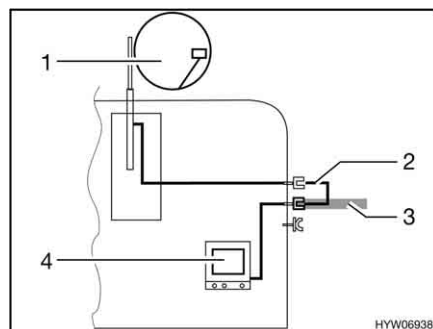

Fig. 121 TV en el vehículo
- TV en el vehículo (Fig. 121,4): Conexión a la antena del techo (Fig. 121,1) con el cable de conexión (Fig. 121,2)
- TV en el vehículo (Fig. 121,4): Conexión a antena externa (Fig. 121,3)